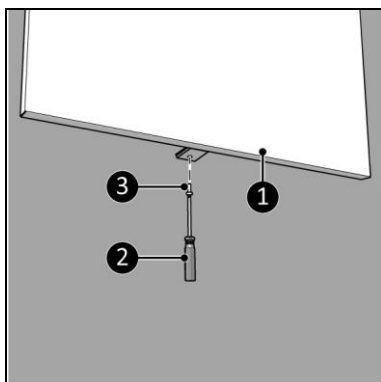

Figura 10
13. Însurubați și strângeți dispozitivul (Figura 10, poziția 1) cu un șurub mic (Figura 10, poziția 3) pe suportul de perete folosind o șurubelniță Phillips (Figura 10, poziția 2).